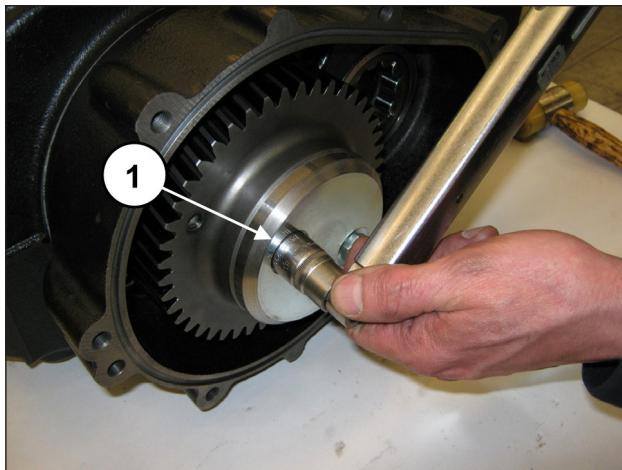

Abb. 79
Eichen Sie die Schrauben mit einem Drehmomentschlüssel gemäß Angaben in Kapitel 3 (Pos. ①, Abb. 79).